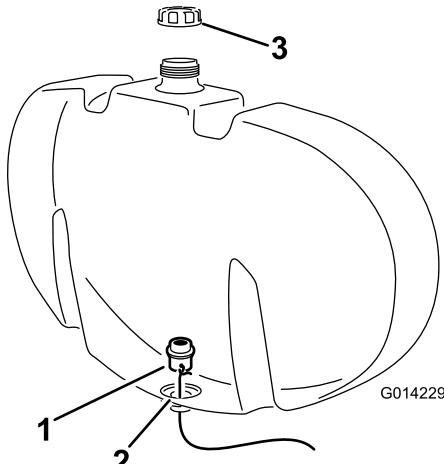

図7
- 口から出てきた針金を使ってバルクヘッドフィッティングをタンク下の穴に導き入れる図7。
- バルクヘッドフィッティングを開口の正しい位置にセットする透明ガスケットがタンクの内壁に密着していることを確認する図7。